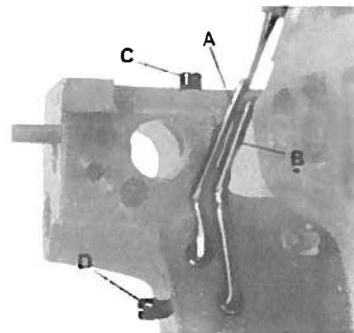

fig. 9
6. Montaggio spingi-asola e salva-ago (fig. 9):